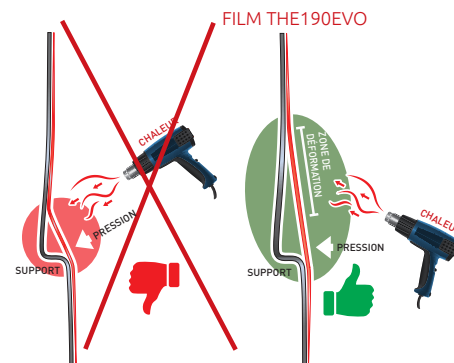

Figure 06
- › Tendre le vinyle sur le support de façon à ce que ce dernier touche les parties en relief. (FIG. 06)